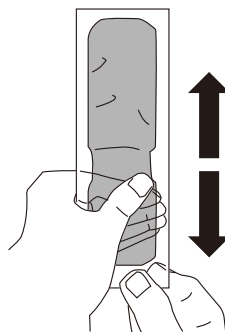

図4-3
- ④指でレジン袋を20回程度前後にしごきながら内部の樹脂を混合させてください。(図4-3参照)